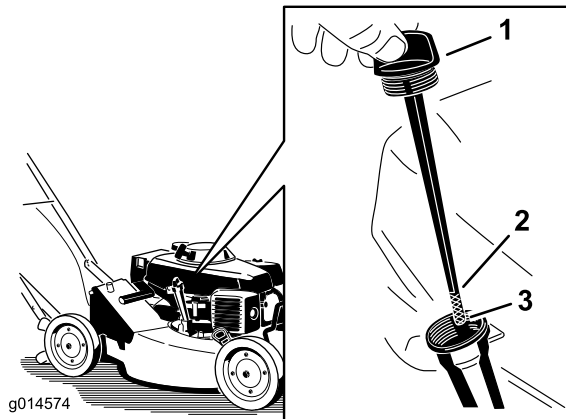

Figure 9
Avant chaque utilisation, vérifiez que le niveau d'huile arrive entre les repères inférieur et supérieur sur la jauge (Figure 9).
2. Nettoyez la surface autour de la jauge (Figure 9).